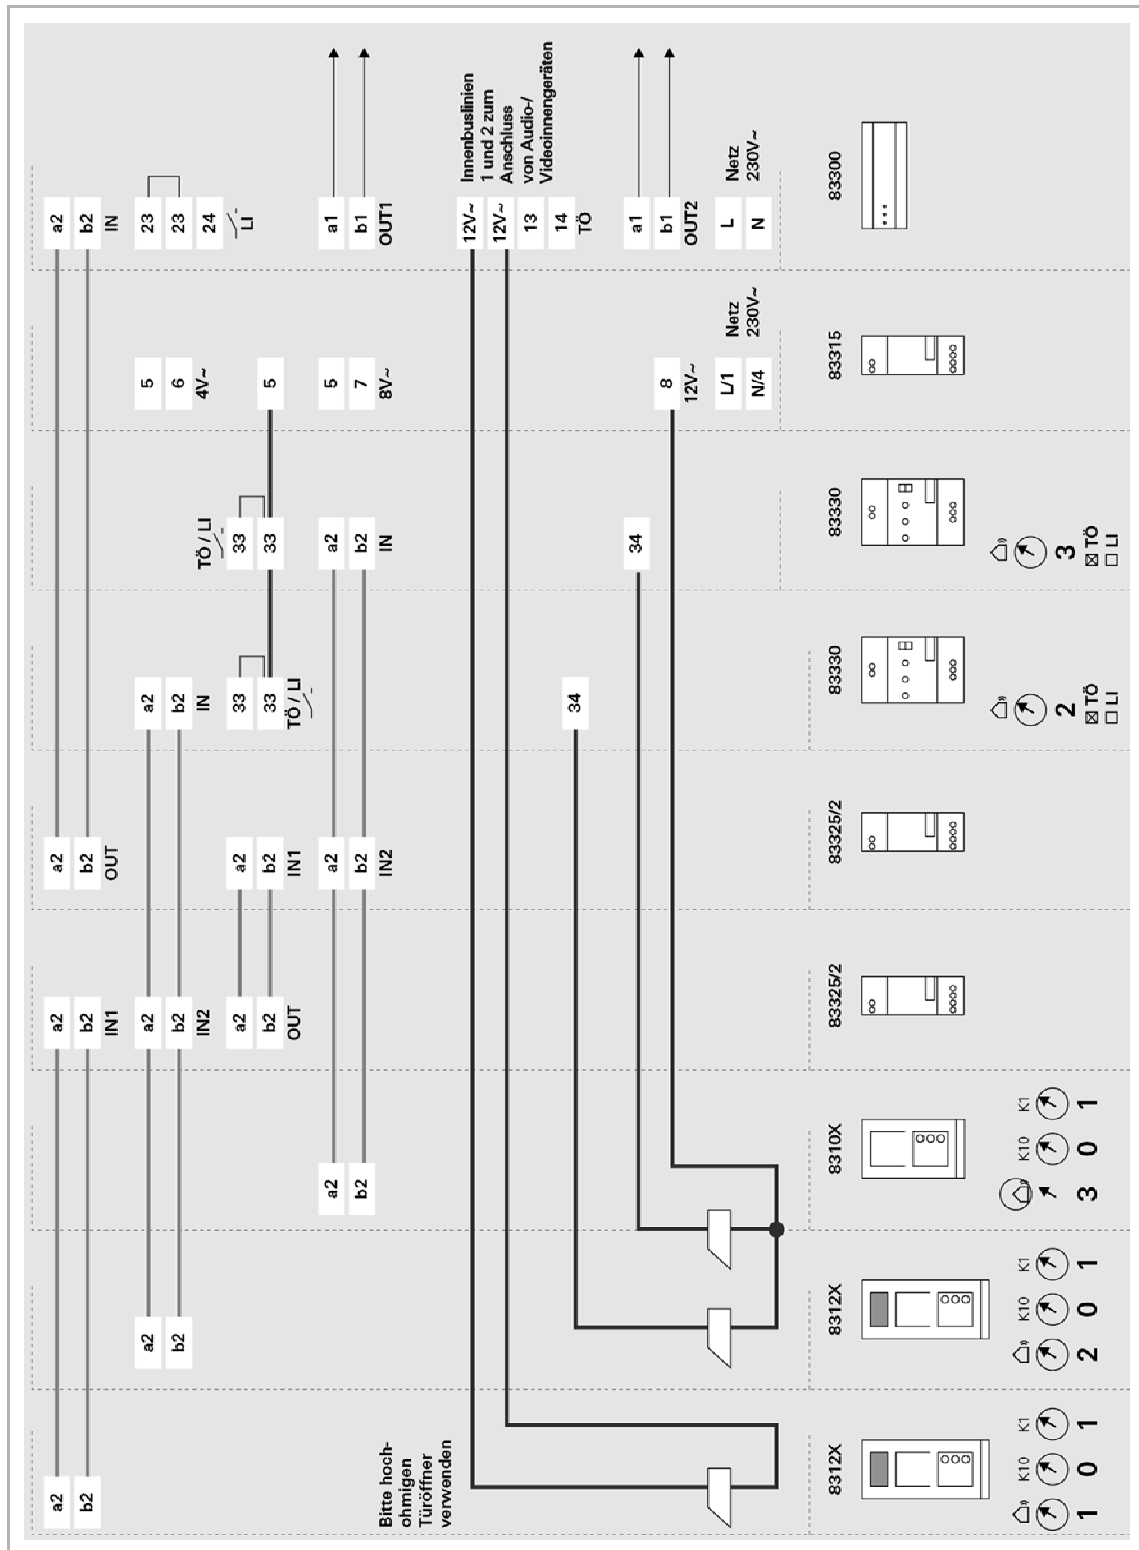

Abb. 27: MFH Audio-Video in einer Anlage gemischt
4.19 Anlagentyp: MFH Audio-Video in einer Anlage gemischt (Abb. 27)